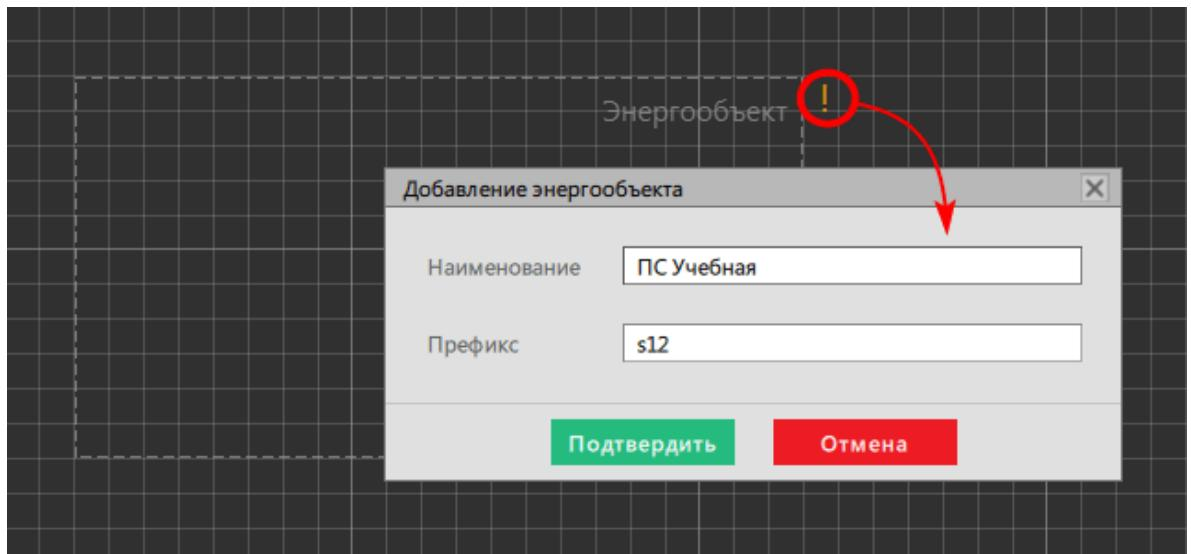

Рисунок 360 - Добавление энергообъекта
3. Выделите область в редакторе, нажмите на ! с зажатой клавишей Alt и задайте наименование энергообъекта (Рисунок 360).